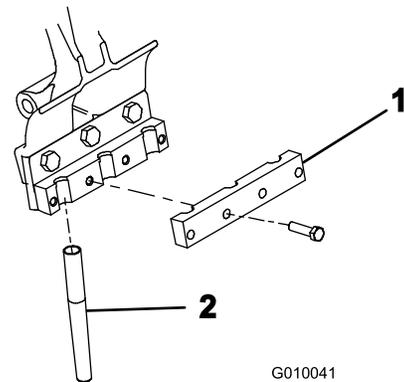

Рисунок 26
- К каждому держателю зубьев свободно прикрепите 4 болтами ($3/8 \times 1 1/2$ дюйма) зажим зубьев (Рисунок 26). Не затягивайте болты.